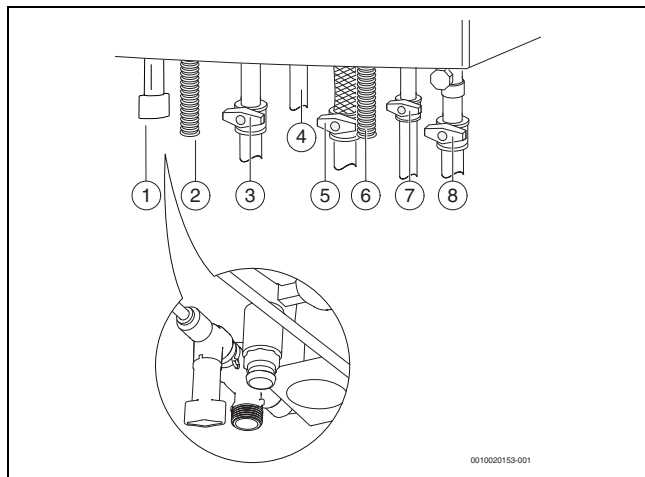

Рис. 25 Подключения газа и воды (дополнительное оборудование)
- ▶ Котлы WBC...DC: откройте кран холодной воды (→ рис. 25) и держите кран горячей воды открытым до тех пор, пока из него не потечёт вода.
- ▶ Откройте краны подающей и обратной линий отопления (→ рис. 25).
- ▶ Заполните отопительную систему до давления 1-2 бар (→ рис. 25) и закройте кран для заполнения и слива.